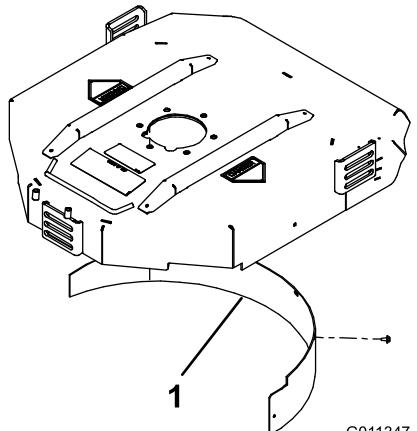

Figura 8
- Instale el deflector de mulching en el hueco trasero y fíjelo con 5 pernos con arandela prensada (Figura 8).